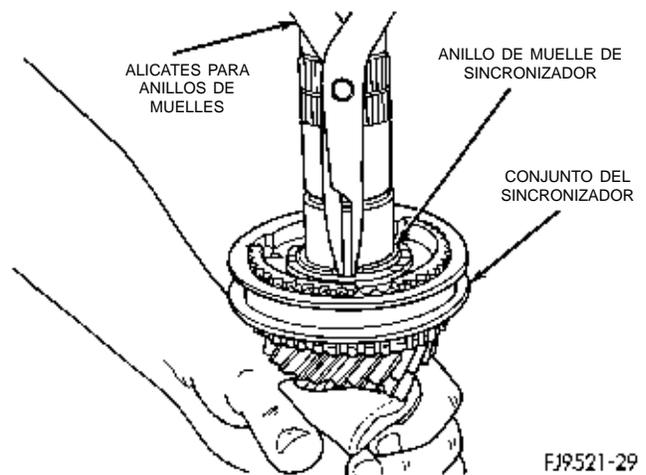

Fig. 87 Anillo de muelle de maza de sincronizador de 3-4
- (9) Retire el aro de bloqueo. Desmonte el anillo de muelle de retención de la maza del sincronizador de 3-4 (Fig. 87).